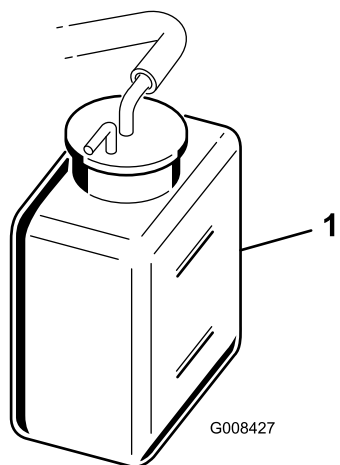

図 32
2. 冷却液の量を点検する（図 32）。エンジンが冷えている状態で、補助タンク側面についている 2 本のマークの間にあれば適正である。